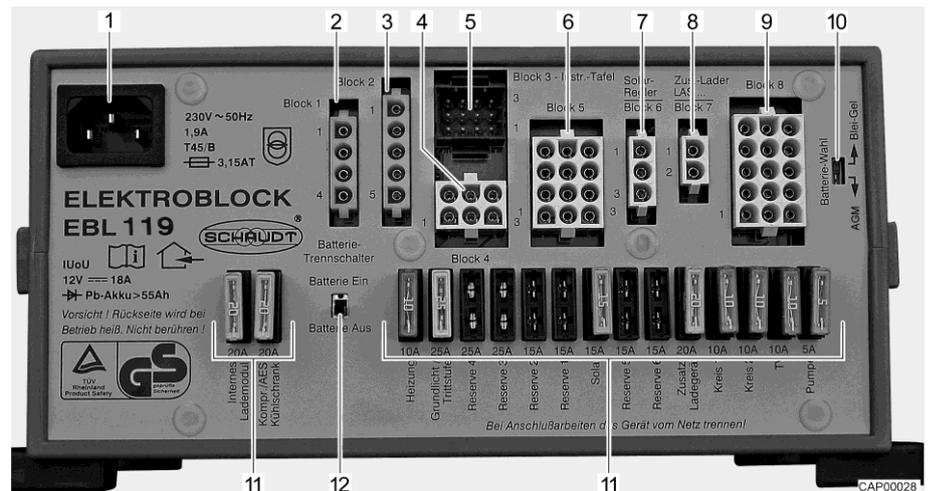

Bild 44 Elektroblock (EBL 119)
- Batterie-Trennschalter (Bild 44,12) am Elektroblock ausschalten.